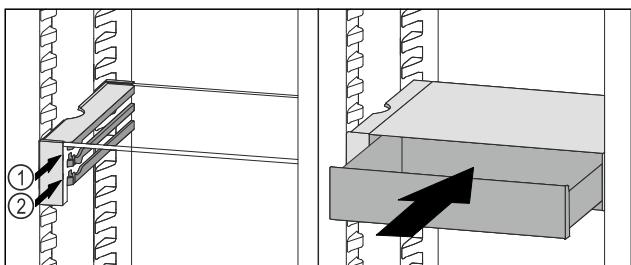

Fig. 134
- VarioSafe-Schubfach hinter den Stopfern auf gewünschter Rippe Fig. 134 (1) oder Fig. 134 (2) aufsetzen.